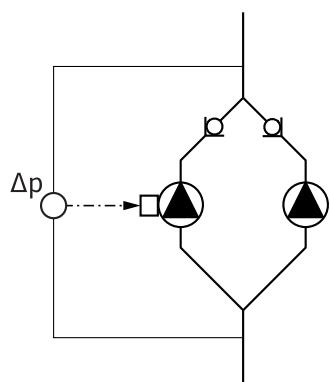

Fig. 18: Esimerkki, paine-eroanturin liitäntä
- Esimerkissä Fig. 18 Master-pumppu on virtaussuuntaan nähdyn vasemmalla oleva pumppu. Paine-eroanturi yhdistetään tähän pumpuun.
- Master-pumpun paine-eroanturin mittauspisteiden täytyy olla kyseessä koontiputkessa kaksoispumppuaseman imu- ja painepuolella (Fig. 18).